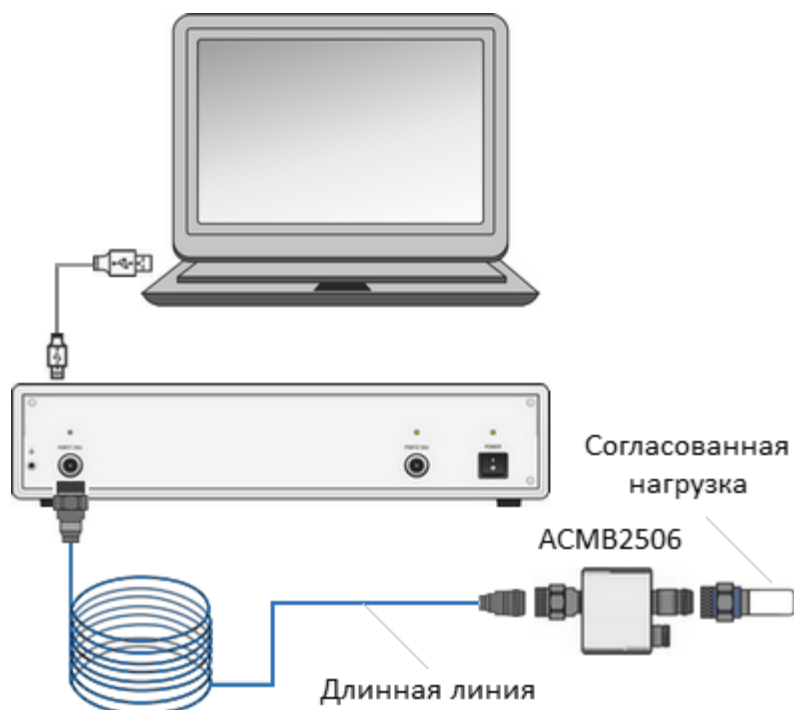

Рисунок 34 – Схема включения модуля для измерения S-параметров длинной линии
- 3 Подключите один соединитель длинной линии к калиброванному порту анализатора; второй, удаленный – к порту модуля (см. рисунок 34).